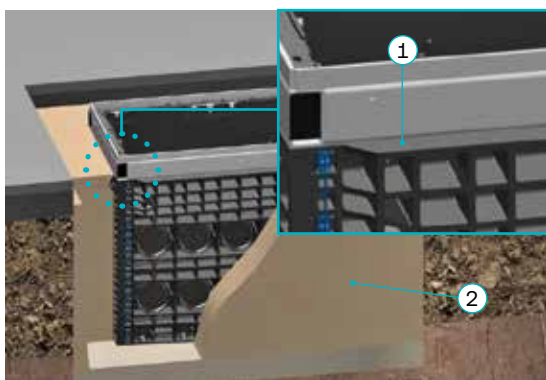

Abb. 31
- > Baugrube mit verdichtungsfähigem Material (3) stufenweise nach ZTV A-StB 12 (bzw. ZTV E-StB 09) bis **Auflagefläche Kopfraumen (2)** verfüllen (siehe auch Abb. 31).
- > Die Gewindestifte mit Innensechskant SW5 für die Höhenverstellungen (1), sind an allen vier Ecken angebracht.